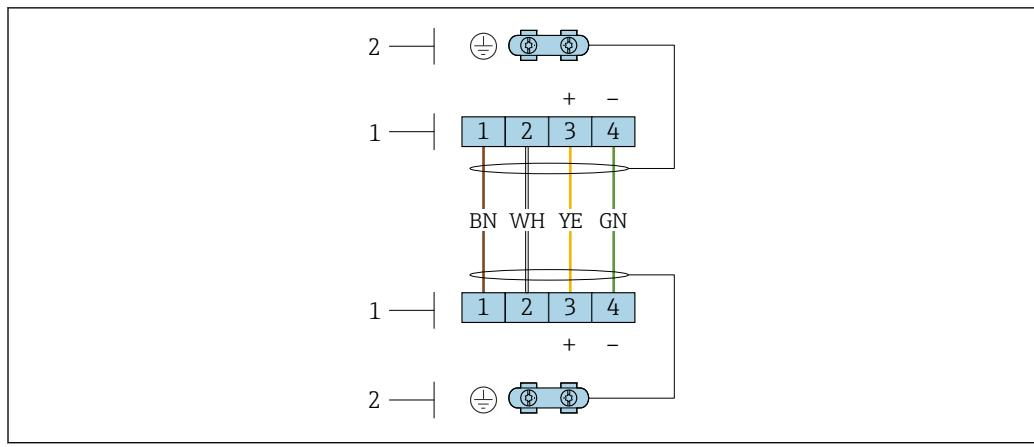
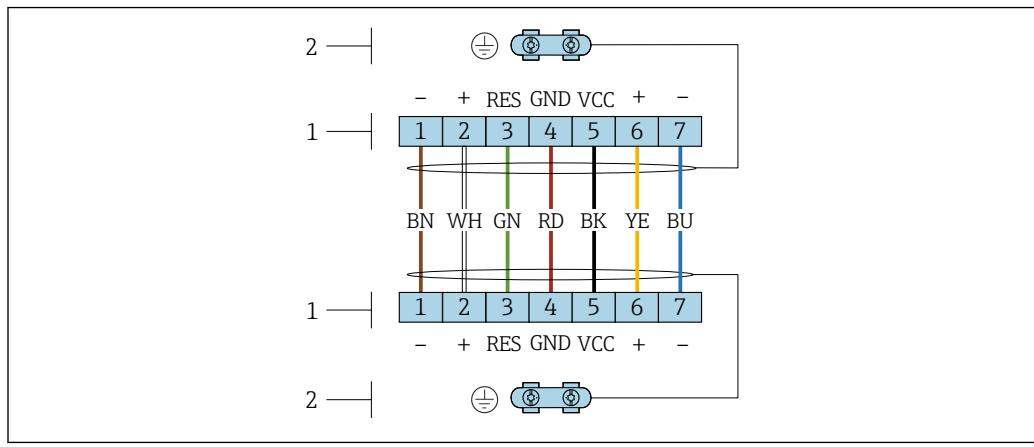

图 2 变送器墙装架中的接线腔和传感器接线盒内的接线端子
图 3 变送器墙装架中的接线腔和传感器接线盒内的接线端子
5. 连接线芯 → 图 2, 图 30 → 图 3, 图 30。